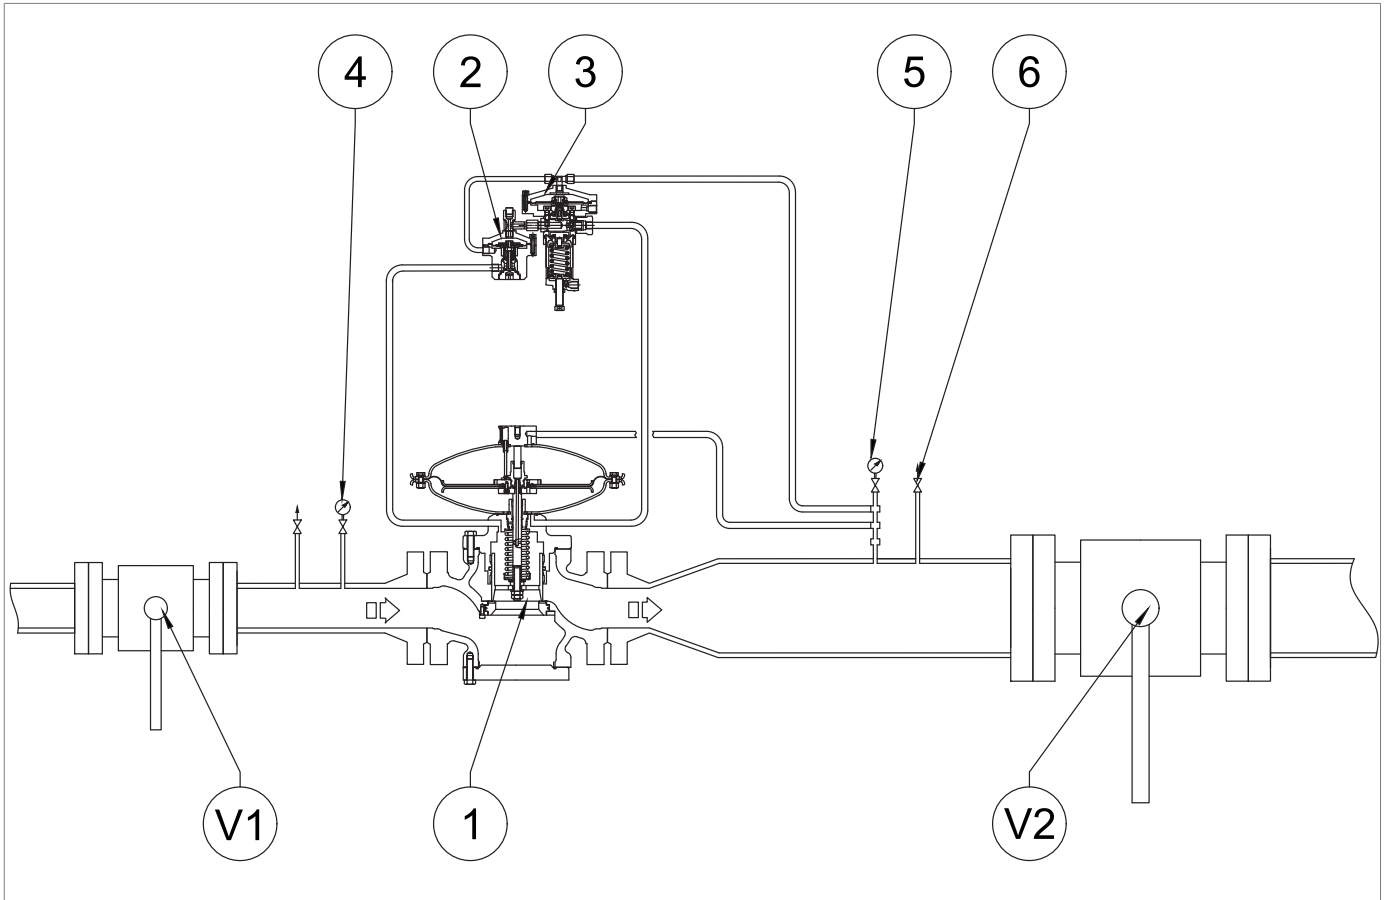

Abb. 8.32. Inbetriebnahme des Reglers REVAL 182
1	<p>! HINWEIS!</p> <p>Prüfen Sie den Druck mithilfe des Manometers (Abb. 8.32, Ref. 5), das sich nach dem Hauptregler befindet.</p> <p>Wenn das Sicherheitsabsperrentil:</p> <ul style="list-style-type: none"> • vor dem eingestellten Druckwert auslöst: den Einstellring (13) im Uhrzeigersinn anziehen, um die Feder (11) stärker zusammenzudrücken; • bei dem eingestellten Druckwert nicht auslöst: den Einstellring (13) lösen (gegen den Uhrzeigersinn), um die Feder (11) zu entspannen.
2	Den Druck im nachgeschalteten Teil durch Öffnen des Ablasshahns verringern (Abb. 8.32, Ref. 6), um ihn auf den Einstellwert des Hauptreglers zu bringen.